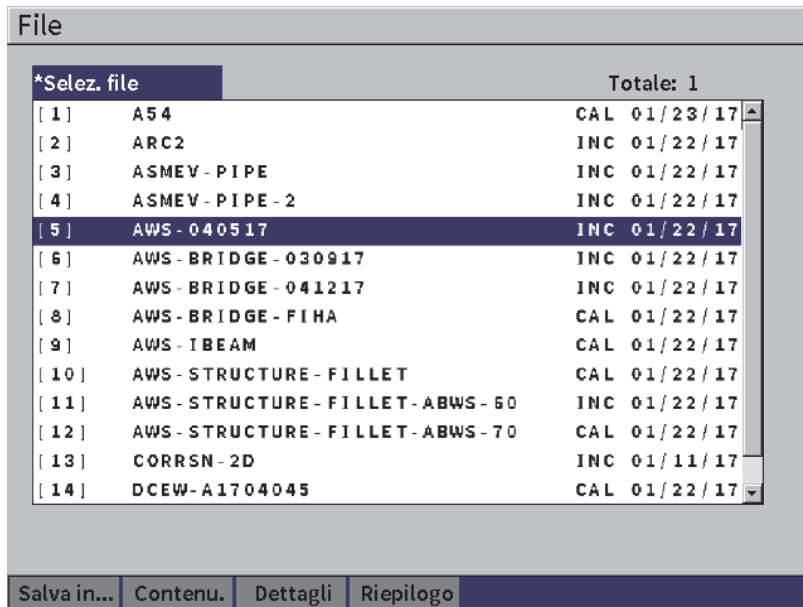

Figura 9-4 Pagina di configurazione File
1. Nel menu **Configurazioni**, selezionare l’icona File per aprire la pagina di configurazione **File** (vedere Figura 9-4 a pagina 131).
1. Con il file selezionato evidenziato, premere il tasto Invio ed in seguito premere il tasto Tab per evidenziare il pulsante **Salva in...** (vedere Figura 9-4 a pagina 131).